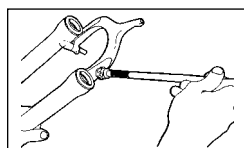

Abb. 6
12. Tragen Sie New and Improved Judy Butter auf die Oberfläche der oberen Lagerhülsen auf und füllen Sie die Rille zwischen den Lippen der Resi-Wiper Dichtung vollständig mit Judy Butter (Abb. 6).